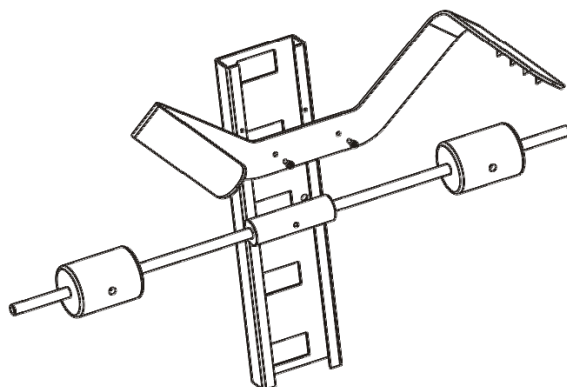

Рис. 4-11
2. При помощи винтов закрепите блок предохранительных цилиндров (2) на кронштейне (5). См. рис. 4-11.